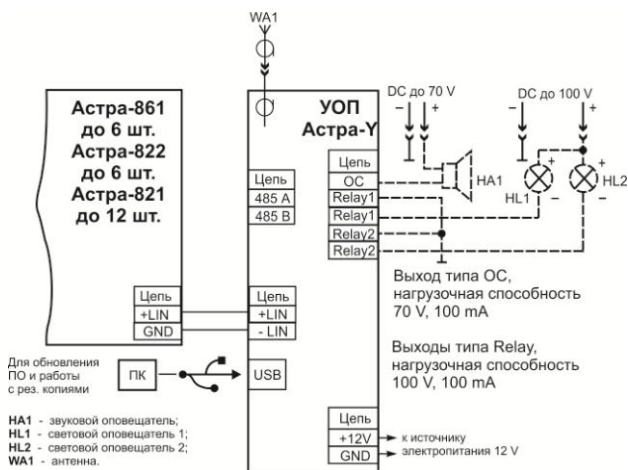

Рисунок 3
- Релейные блоки «Астра-821», «Астра-822» (до 16 штук), блоки выносной индикации «Астра-861» (до 6 штук) увеличивают информативность УОП (рисунок 3).